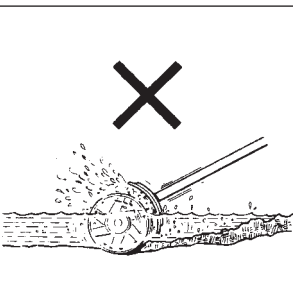

Fig. 3-6
- c. Do not use the unit in water or rooted, vine area. (Fig. 3-6, 7)
- c. Verwenden Sie das Gerät an Wasserstellen und nicht an Stellen mit Wurzeln oder Reben. (Fig. 3-6, 7)
- c. Ne pas employer l'ensemble dans l'eau ou dans un endroit de racines ou de plantes grimpantes (Fig. 3-6, 7)